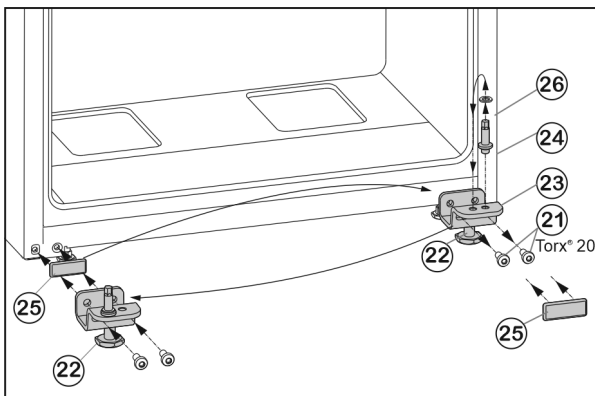

Fig. 7
- ▶ Dévisser les vis de fixation Fig. 7 (21).
- ▶ Retirer l'ensemble du support de palier inférieur Fig. 7 (23) avec le boulon de palier Fig. 7 (24), la rondelle Fig. 7 (26) et le pied de réglage Fig. 7 (22).
- ▶ Dévisser l'ensemble du boulon de palier Fig. 7 (24) avec la rondelle Fig. 7 (26), déplacer le tout dans le trou de préhension du côté opposé du support de palier et revisser fermement.
- ▶ Retirer avec précaution la plaque de recouvrement Fig. 7 (25) et la déplacer du côté opposé.
- ▶ Revisser l'ensemble du support de palier inférieur Fig. 7 (23) avec le boulon de palier Fig. 7 (24), la rondelle Fig. 7 (26) et le pied de réglage Fig. 7 (22) du côté de la nouvelle charnière, au besoin à l'aide d'une visseuse sans fil (**en appliquant un couple de 4 Nm**).
- ▶ Placer la porte à partir du haut sur le boulon de palier Fig. 7 (24).
- ▶ Dévisser le pied de réglage Fig. 7 (22) sur le support de palier inférieur Fig. 7 (23) jusqu'à ce qu'il repose au sol.